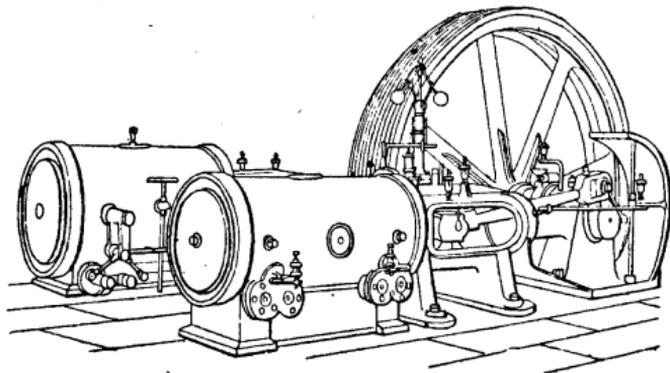

Fig. 420
**MACHINE COMPOUND OU MACHINE COMPOSÉE** (fig. 420). — Cette machine à vapeur est à deux